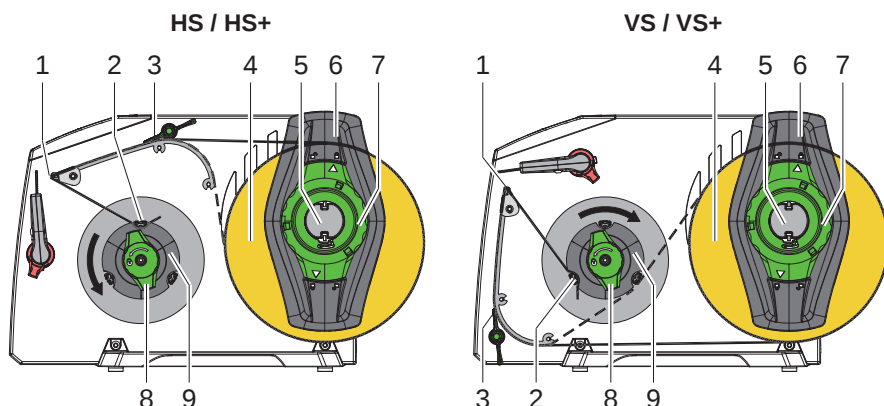

Fig. 6 Introducerea etichetelor
1. Cu ajutorul săgeții poziționați inelul de reglare (7) pe simbol ☯ și trageți mecanismul de poziționare la margine (6) de la suportul de rolă (5).
2. Împingeți rola de material (4) în așa fel pe suportul de rolă (5), încât în momentul derulării etichetele să fie poziționate în cazul HS și în jos în cazul VS.
3. Montați înapoi mecanismul de poziționare la margine (6) și împingeți-l spre rola cu material până se fixează.
4. Cu ajutorul săgeții poziționați inelul de reglare (7) pe simbol ☯ și trageți mecanismul de poziționare la margine (6) pentru a-l fixa pe suportul de rolă (5).
5. Deviați mecanismul de strângere (3).
7. Treceți materialul peste muchia de aplicare (1) spre înfășurător (9), precum indicat pe Fig. 6. Linia hașurată trebuie respectată în cazul etichetelor înfășurate în interior.
8. Fixați înfășurătorul (9) și rotiți butonul de rotire (8) în direcția acelor ceasornicului, până se fixează.
9. Împingeți materialul purtător sub una dintre clemele (2) înfășurătorului (9) și rotiți butonul de rotire (8) în direcția contrară direcției acelor ceasornicului, până se fixează.